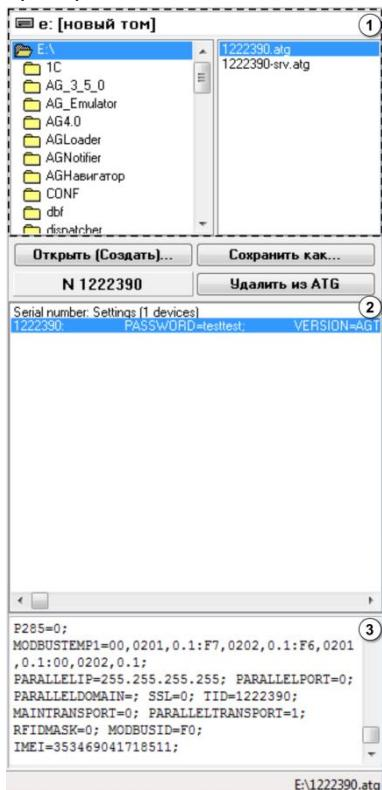

Рис.5 – ATG браузер.
- В верхней части браузера (рис.5, поле 1) выберите нужный файл с настройками. Дважды нажмите на файл левой кнопкой мыши, файл откроется. Вы также можете открыть ATG файл, нажав кнопку «**Открыть (создать)**» и выбрав в появившемся окне нужный файл.